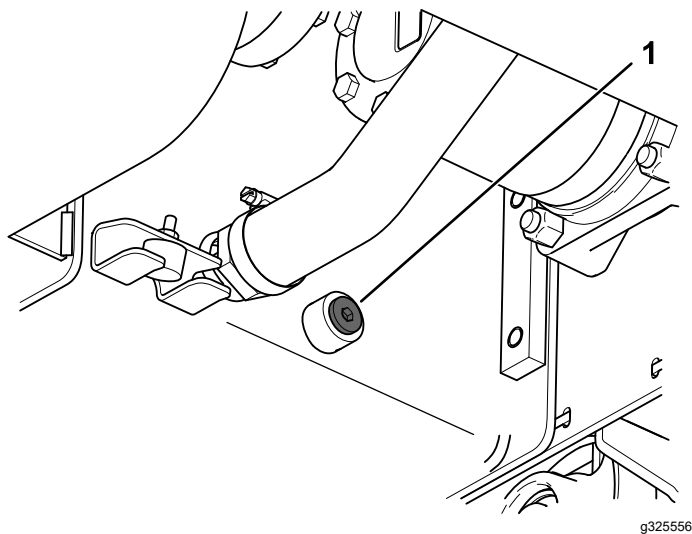

Figura 67
9. Togliete il tappo di spurgo e lasciate defluire il fluido idraulico nella bacinella (Figura 67).
- A. Rimuovete i 2 bulloni e dadi che fissano il braccio della testa al braccio della catenaria (Figura 67).